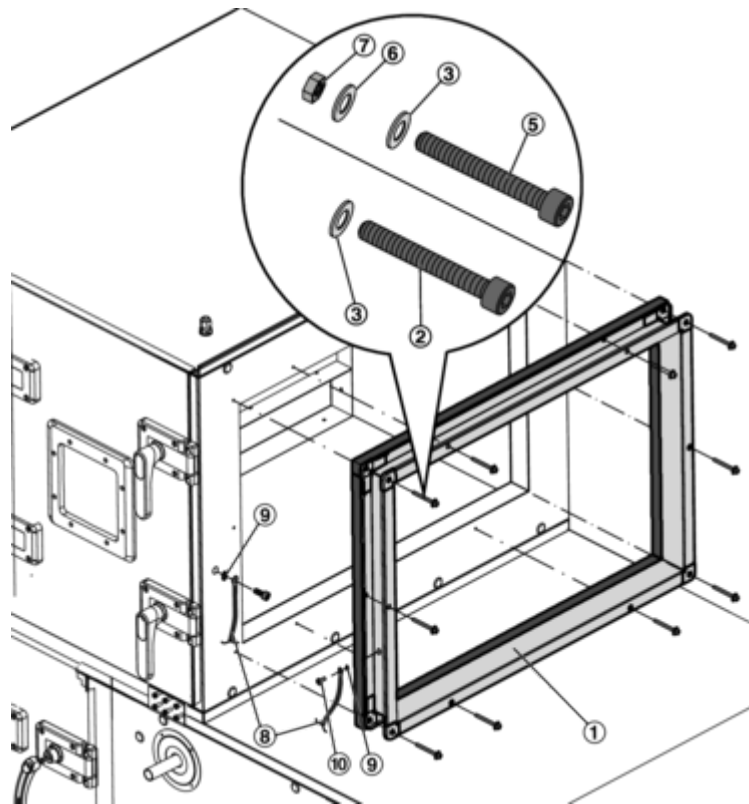

Abb. 17: Stützen montieren
①	Stützen
②	Gewindefurchende Zylinderkopfschraube M6 × 40	A00000055910	A00000055911	–	–
③	Unterlegscheibe Ød 6,4	M332AA3	M333AA3	M332AA3	M333AA3
⑤	Zylinderkopfschraube M6 × 40	–	–	A00000018868	A00000056190
⑥	Unterlegscheibe Ød 6,4	–	–	M332AF9	M333AC3
⑦	Mutter M6	–	–	M332AD6	M323AA3
⑧	Erdungskabel	A00000026651
⑨	Fächerscheibe	M332KB4	A00000045194	M332KB4	A00000045194
⑩	Linsenkopfschraube M6 × 12	M852AC6
⑪	Zylinderkopfschraube M6 × 30	M852AC4
- 1 ▶ Stützen (Abb. 17 /1) mit Dichtung zum RLT-Gerät mit gewindefurchenden Schrauben (Abb. 17 /2) und Gummidichtringen (Abb. 17 /4) und Unterlegscheiben (Abb. 17 /3) befestigen.
Bei Montage an einer Jalousieklappe, den Stützen mit den im Lieferumfang enthaltenen Zylinderkopfschrauben (Abb. 17 /5) mit Unterlegscheiben (Abb. 17 /3 und 6) und Muttern (Abb. 17 /7) befestigen.
- 2 ▶ Die 1. Öse des Erdungskabels (Abb. 17 /8) mit einer Linsenkopfschraube M6 × 12 (Abb. 17 /10) und Fächerscheibe (Abb. 17 /9) am Dämmstutzen befestigen.
- 3 ▶ Die 2. Öse des Erdungskabels mit Zylinderkopfschraube M6 × 30 (Abb. 17 /11) und Fächerscheibe durch das Panelblech am Gestell des RLT-Gerätes befestigen.